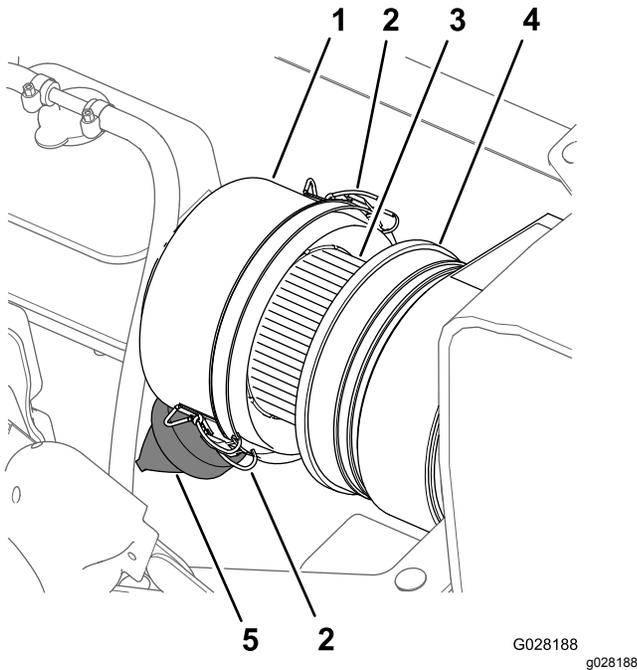
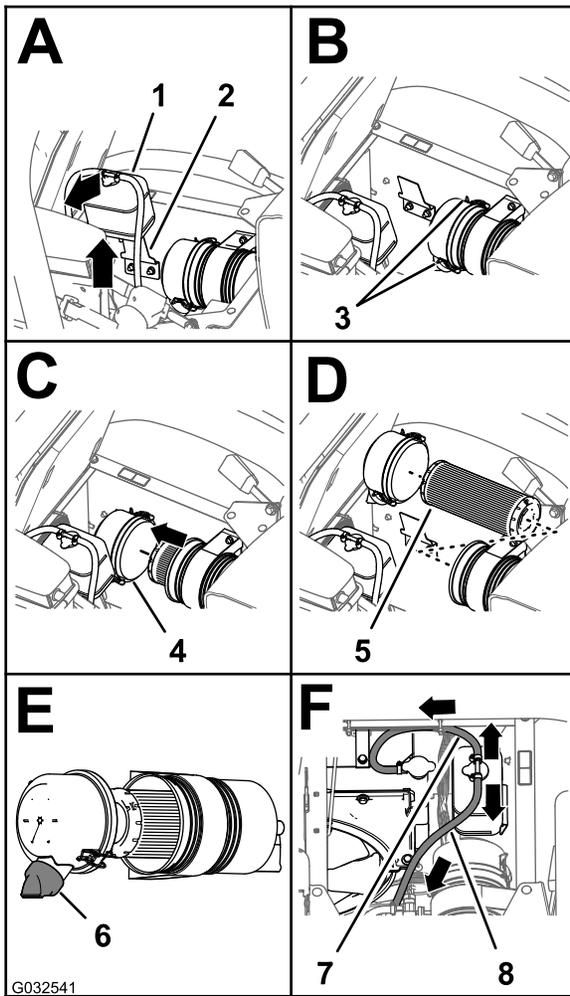

Figura 72
Figura 73
3. Limpie el tapón guardapolvo y el cuerpo del limpiador de aire (Figura 72).
4. Inspeccione la carcasa del limpiador de aire en busca de daños que pudieran causar una fuga de aire (Figura 72).
5. Apriete la válvula de polvo para limpiarla de suciedad, polvo y residuos (Figura 72).
7. Compruebe si el elemento del filtro de aire tiene una acumulación excesiva de suciedad, polvo y residuos (Figura 72).
8. Instale el tapón guardapolvo en el cuerpo del limpiador de aire, y sujete el tapón con los 2 enganches (Figura 72).
2. Limpie el tapón guardapolvo y el cuerpo del limpiador de aire (Figura 72).
3. Levante el depósito de expansión del refrigerante y retírelo del soporte del depósito (Figura 73).
4. Abra los dos enganches que sujetan el tapón guardapolvo a la carcasa del limpiador de aire (Figura 73).
6. Limpie el interior del tapón guardapolvo, la carcasa del limpiador de aire y la válvula de polvo con un trapo húmedo (Figura 72 y Figura 73).
7. Instale el elemento del filtro de aire en la carcasa del limpiador de aire (Figura 73).
8. Instale la tapa sobre el cuerpo del limpiador de aire y sujétela con los 2 enganches (Figura 73).
Nota: Asegúrese de que la válvula de polvo está alineada a una posición entre las 5 y las 7, vista desde el extremo (Figura 73).
9. Alinee el depósito de expansión del refrigerante con el soporte del depósito y coloque el depósito firmemente (Figura 73).
Importante: Asegúrese de que la manguera de alivio de presión está enrutada hacia delante y hacia abajo, y que la manguera de ventilación está enrutada hacia atrás, como se muestra en la Figura 73.